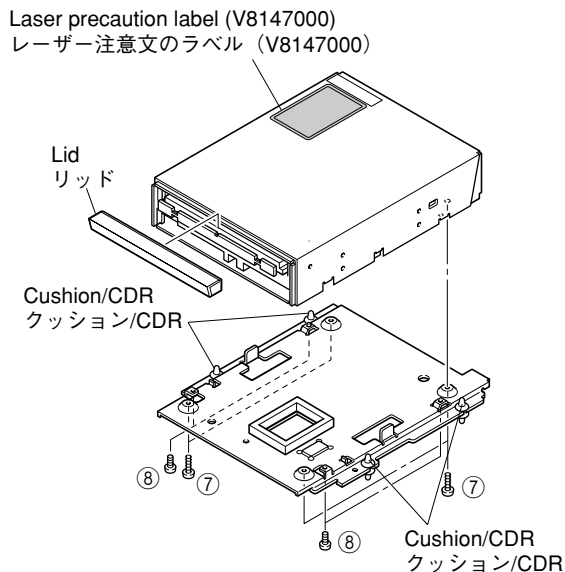

Fig. 6
- When replacing the CDR mechanical unit, be sure to order a laser precaution label and a radiation sheet as spare parts and attach them to the new CDR mechanical unit. (Refer to the figure 6 and 7 in P11.)
- CDRメカユニット交換の際には、レーザー注意文のラベルおよび放熱シートも部品発注して、新しいCDRメカユニットに貼り付けてください。(11ページのFig. 6および7参照)
- Remove 4 screws (7) and (8) respectively and then remove the lower frame. (Fig. 6)
- Remove the lid upward. (Fig. 6)
- ⑦のネジ4本、⑧のネジ4本を外し、下フレームを外します。(Fig. 6)
- リッドを上方へ外します。(Fig. 6)
- Attach the laser precaution label on the upper frame of the new CDR mechanical unit. (Fig. 6)
- Fit the lid to the new CDR mechanical unit. (Fig. 6)
- Install the lower frame and fix it with 4 screws (⑦) and (⑧) respectively. (Fig. 6)
- 新しいCDRメカユニットの上フレームに、レーザー注意文のラベルを貼り付けます。(Fig. 6)
- 新しいCDRメカユニットにリッドをはめ込みます。(Fig. 6)
- ⑦のネジ4本、⑧のネジ4本で、下フレームを取り付けます。(Fig. 6)
At this time, check to make sure that 4 pieces of cushion / CDR attached to the lower frame are fitted in the holes in the chassis properly. (Fig. 6)
このとき、下フレームに付いている4個のクッション/CDRがシャーシの穴に正しく入っていることを確認します。(Fig. 6)